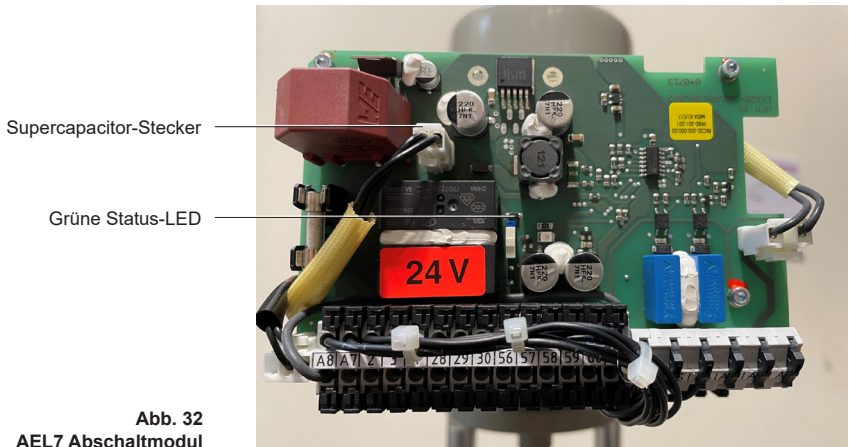

Abb. 32
- Identifizieren Sie den Stecker des Superkondensators und ziehen Sie ihn von der Platine des Abschaltmoduls ab (Abbildung 32).